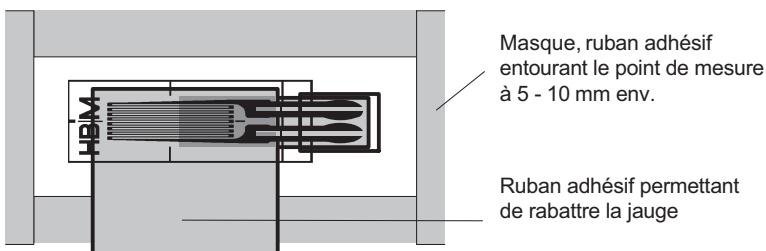

Fig. 6.4 Préparation du point d'installation de la jauge
- ▶ Placez un ruban adhésif tout autour de la surface d'installation en observant un écart de 5 à 10 mm (*voir Fig. 6.4*).